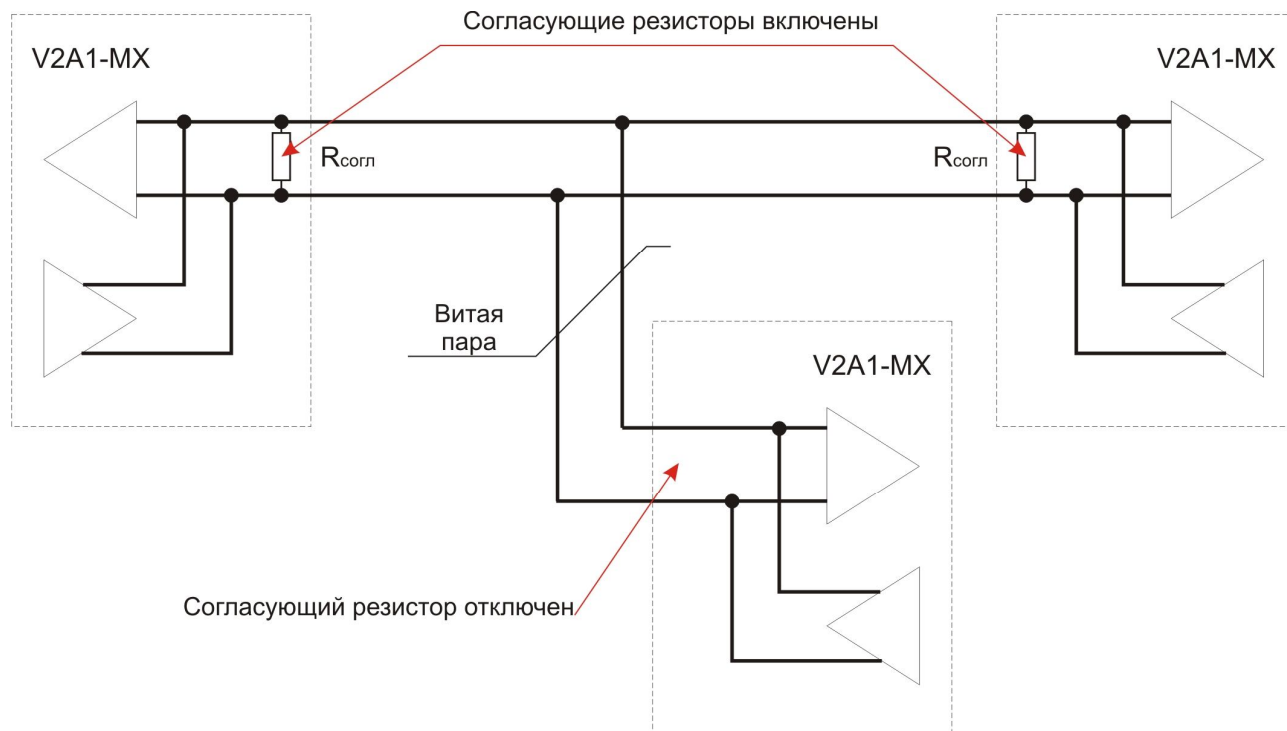

Рисунок 13 - Пример использования согласующих резисторов в полудуплексном режиме RS-485
9.7 «Согласование RS-485» - включением или отключением согласующих резисторов можно значительно уменьшить помехи на линии связи, вызванные эффектом отражения сигнала от дальнего конца линии, и правильно сконфигурировать сети для передачи данных по интерфейсу RS-485 (см. Рисунок 13).